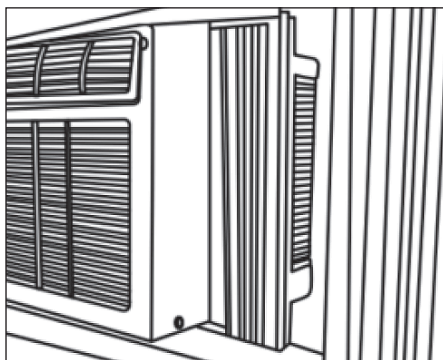

Fig. 8
7. En tenant fermement le climatiseur, placez soigneusement l'appareil dans l'ouverture de la fenêtre de manière que le bas du cadre du climatiseur soit contre le rebord de la fenêtre (Fig.8). Fermez soigneusement la fenêtre derrière le rail supérieur de l'appareil. (Il est conseillé d'incliner vers le bas pour permettre à l'eau de pluie accumulée de s'écouler par l'arrière de l'appareil).